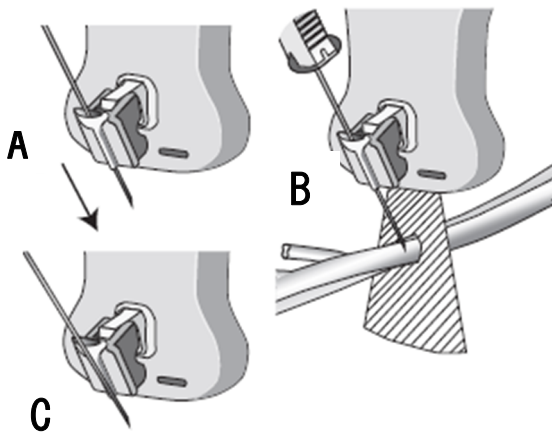

図 4
- 1) 適合するサイズの穿刺針を、斜めの刃面をプローブ側に向け、ニードルガイドの溝にスライドさせながら差し込む。(図 4. A)
- 4) 穿刺目標血管の中央に深度マーカーを合わせた状態で、超音波画像診断装置の画面を見ながら、ゆっくりと穿刺針を前進させる。画面上、穿刺針が穿刺目標血管に到達すると、血管壁が凹んだ状態となり、その後、穿刺した状態（針が血管内に挿入される）では、血管壁はもとの状態に戻ることが確認できる。(図 4. B)
- 5) 穿刺完了後は、穿刺針を把持したまま超音波プローブを穿刺針から離すようにゆっくりと揺らす。ニードルガイドの溝が開くことで、ニードルガイドから穿刺針が解放される。(図 4. C)
- 3) 適合するサイズの穿刺針を、斜めの刃面をプローブ側に向け、ニードルガイドの溝にスライドさせながら差し込む。(図 4. A)